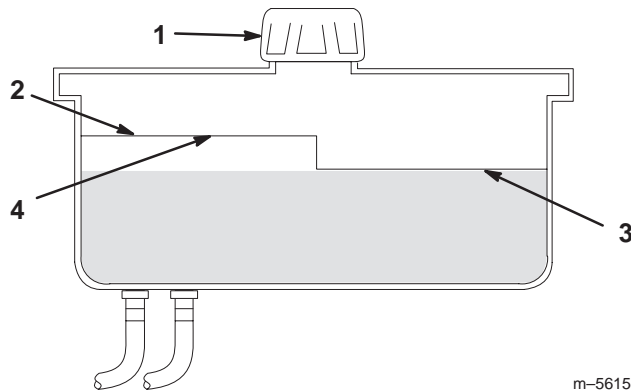

Bild 51
- Reinigen Sie den Bereich um den Einfüllstutzen des Hydrauliktanks (Bild 51).
- Drehen Sie den Deckel vom Einfüllstutzen ab. Kontrollieren Sie die Innenseite, um nachzuprüfen, ob Öl im Behälter ist (Bild 51).
Hinweis: Der Füllstand sollte bei warmem Öl die Oberkante der **heißen** Einfüllmarkierung der Zwischenplatte erreichen (Bild 51).